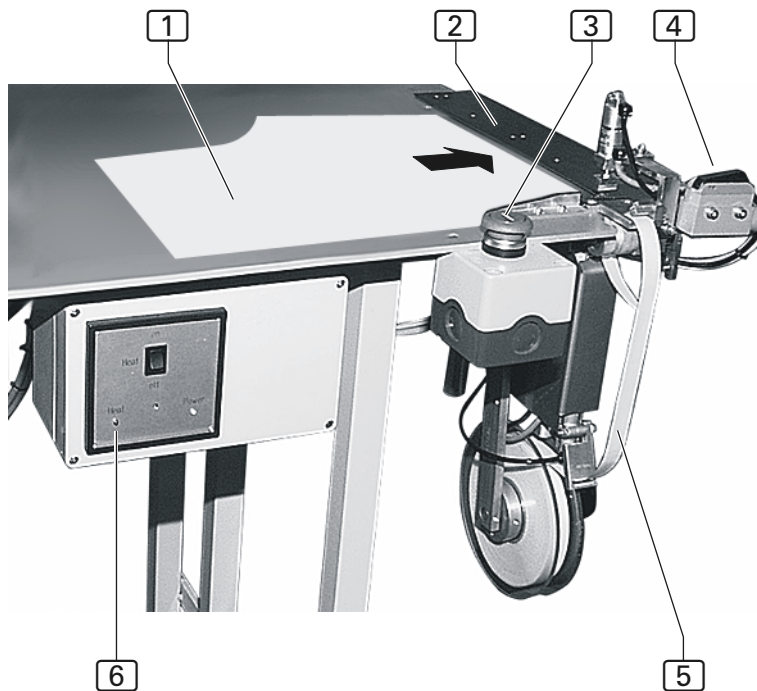

Abb. 23
1. **Abb. 23:** Kniefutter [1] unter die Klebeklammer [2] anlegen.